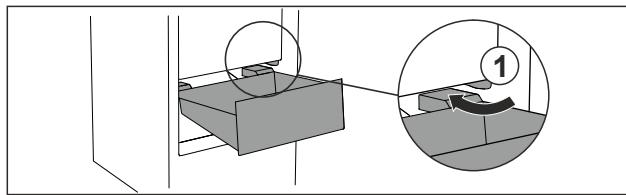

Fig. 99
- ▶ Zásuvku vedte šikmo podél zarážek Fig. 99 (1).